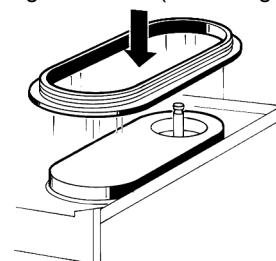

figura 7
- 4** Rimontare la guarnizione di tenuta del contenitore sull'evaporatore, in modo che la corona di maggior larghezza risulti a contatto con il piano sgocciolatoio (vedere figura 7).